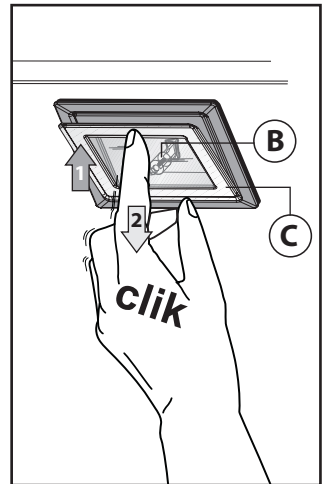

Fig.9
• **Sostituzione delle lampade (Fig.9):**